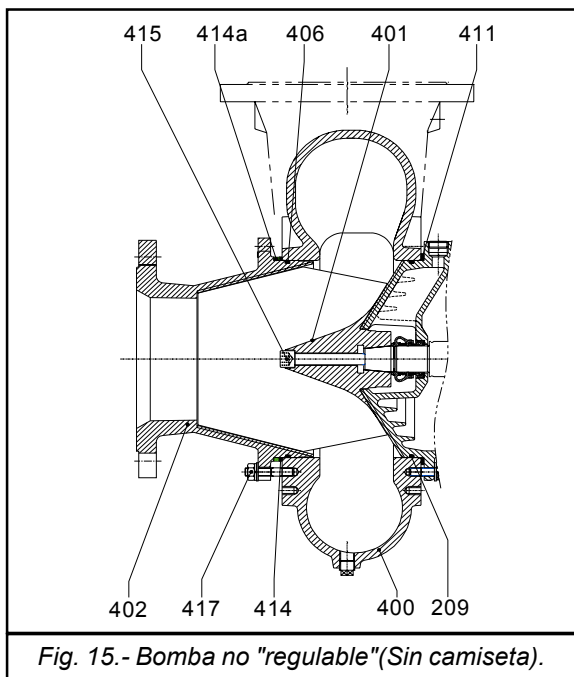

Fig. 15.- Bomba no "regulable" (Sin camiseta).
Estas bombas tienen una tapa de succión de una sola pieza (Pos.402) empernada a la caja (Pos.400) mediante espárragos y tuercas (Pos.417). El ajuste de la luz se hace mediante linternas (Pos.411) entre la caja y el conjunto motor. En ciertos modelos puede haber un anillo espaciador (Pos.414b) entre las superficies de la tapa de succión y la caja. Cuando hay un desgaste excesivo de la superficie cónica, la tapa de succión (Pos.402) deberá ser reemplazada (Ver Fig. 15)
- b) Bombas sin camiseta de desgaste. (Ver Fig. 15).